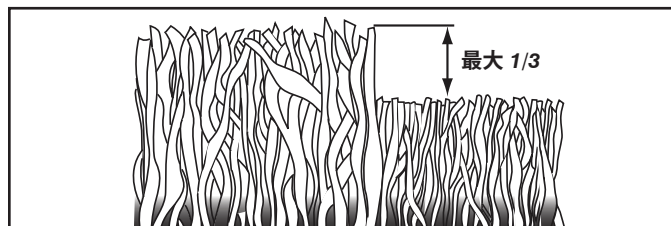

図 31
- 最良の結果を得るには、芝刈機が芝生の先端から3分の1だけを刈り込むように刈高を調整します(図31)。マルチングが非常に重い場合は、各パスの切り込みの幅を狭くして、芝刈りをゆっくり行います。